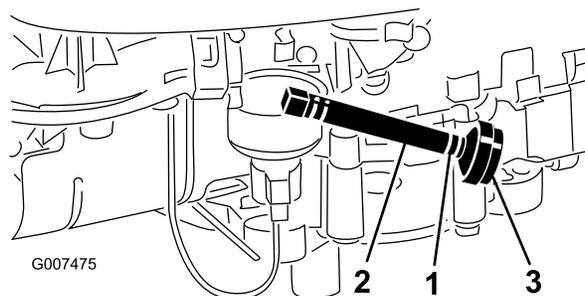

Figure 27
8. Pincez les extrémités du collier de fixation et poussez le collier en haut de la conduite d'alimentation, en direction du réservoir de carburant (Figure 27).
9. Débranchez la conduite d'alimentation du filtre (Figure 27) et laissez l'essence s'écouler dans un bidon ou un bac de vidange.
Remarque: Le meilleur moment pour remplacer le filtre à carburant (Figure 27) est lorsque le réservoir à carburant est vide. Ne remontez jamais un filtre sale après l'avoir enlevé de la conduite d'alimentation.
7. Pincez les extrémités des colliers et faites glisser ceux-ci pour les éloigner du filtre (Figure 27).